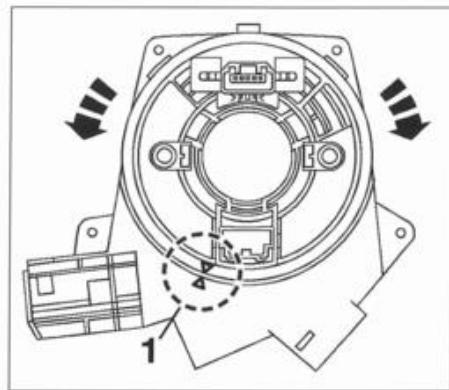

FIG. 5
- Girar el rotor del contactor en el sentido horario hasta que la flecha inscrita en el rotor del contactor esté alineada en la sección en V en relieve, (1) (fig. 5) en posición 195° aprox. de la caja de muelle en espiral.